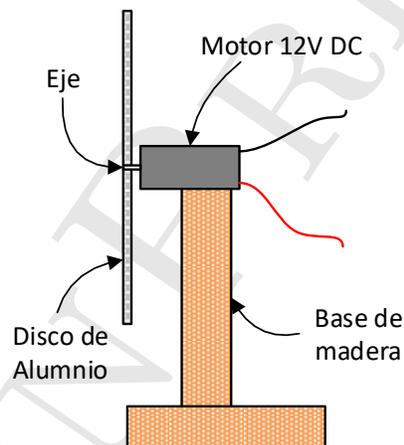

Figura 1: Bosquejo del experimento.
2. Construir el soporte para el motor utilizando los bloques de madera y silicón para fijarlos. El experimento debe quedar como se muestra en la figura 1.